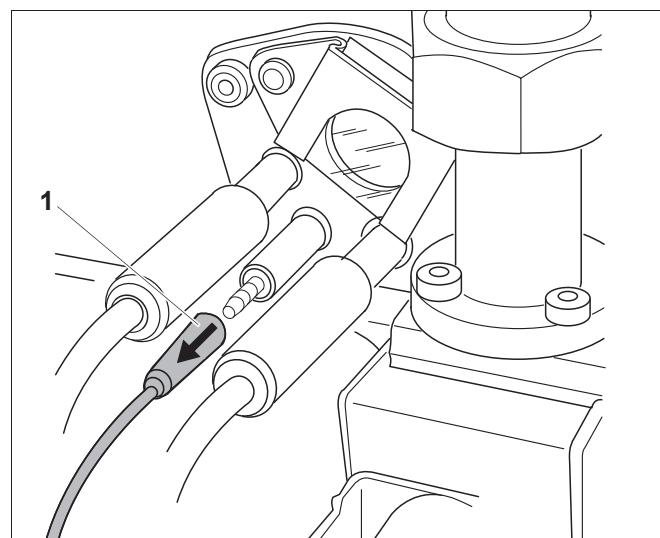

Рис. 17 Проверка контроля пламени; отсоедините штекер ионизационного кабеля от ионизационного электрода
- При работающей горелке отсоедините штекер ионизационного кабеля от ионизационного электрода (рис. 17, поз. 1).